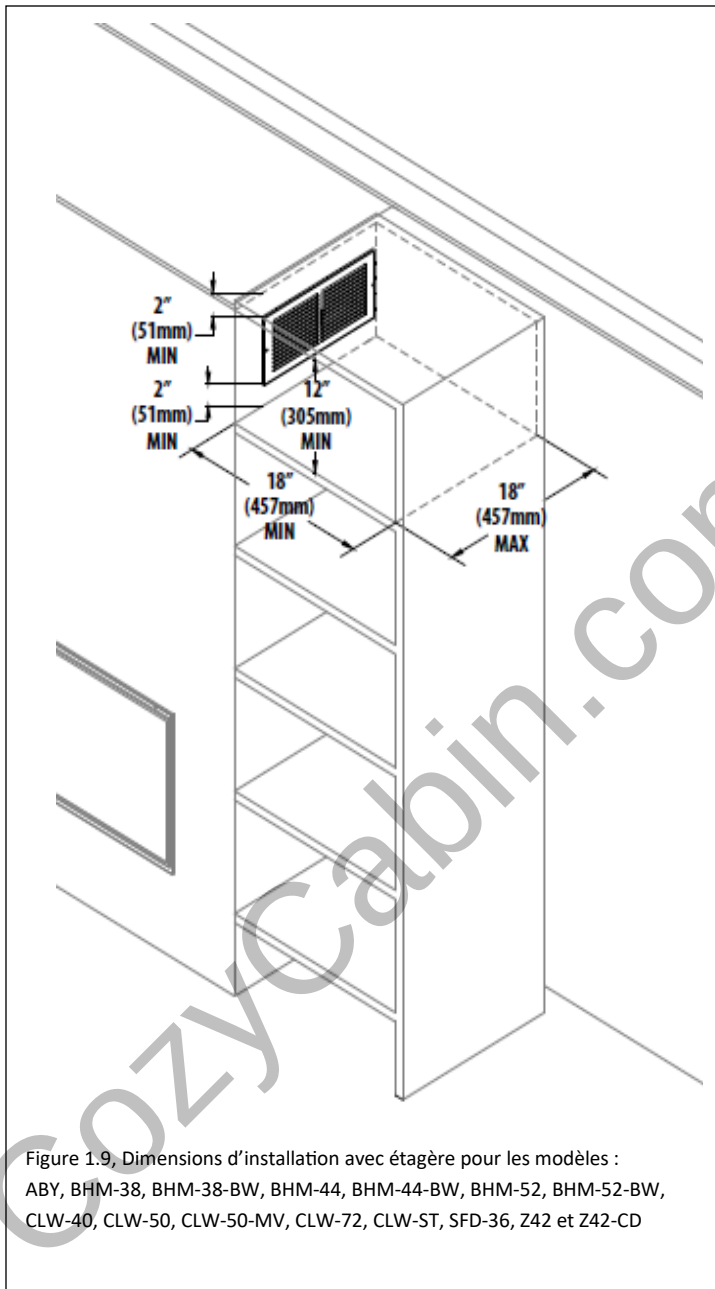

Figure 1.9, Dimensions d'installation avec étagère pour les modèles :
- La **Figure 1.9** montre les dimensions requises pour les modèles ABY, BHM-38, BHM-38-BW, BHM-44, BHM-44-BW, BHM-52, BHM-52-BW, CLW-40, CLW-50, CLW-50-MV, CLW-72, CLW-ST, NDK-48TL, NDK-60TL, SFD-36, Z42 et Z42-CD lorsque l'ouverture de sortie d'air est adjacente à une étagère murale ou une tablette encastrée.